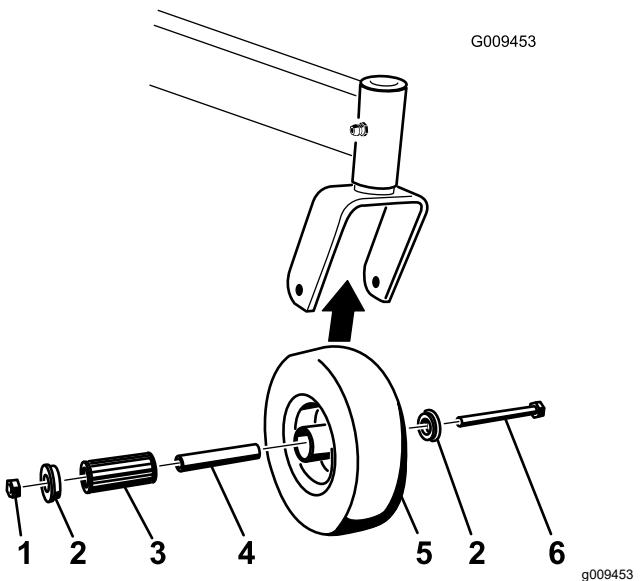

Figura 60
1. Retire la contratuerca y el perno que sujetan la rueda giratoria a la horquilla (Figura 60).
2. Retire un casquillo, y tire del casquillo intermedio y del cojinete de rodillos para sacarlos del cubo de la rueda (Figura 60).
3. Retire el otro casquillo del cubo de la rueda y límpie la grasa y la suciedad del cubo de la rueda (Figura 60).
**Nota:** Repare o cambie cualquier pieza dañada o desgastada (Figura 60).
5. Coloque un casquillo en el cubo de la rueda (Figura 60).
6. Engrase el cojinete de rodillos y el casquillo intermedio y deslícelos en el cubo de la rueda (Figura 60).
7. Coloque el segundo casquillo en el cubo de la rueda (Figura 60).
8. Instale la rueda giratoria en la horquilla y fíjela con el perno y la contratuerca (Figura 60).
9. Apriete la contratuerca hasta que el casquillo intermedio se apoye contra el interior de las horquillas de las ruedas giratorias (Figura 60).